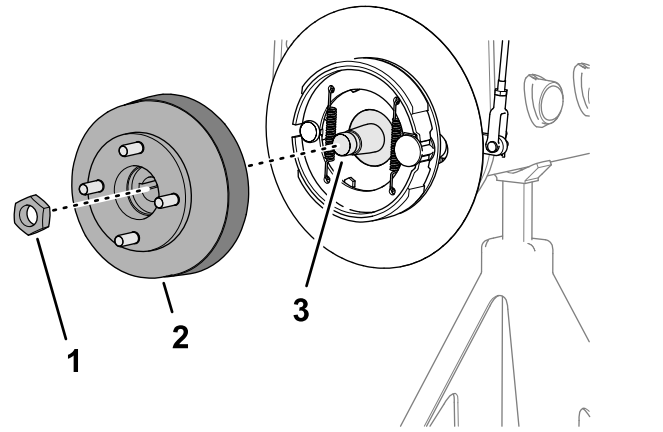

**Bild 70**
3. Montieren Sie die Radnabe und Bremstrommel auf die Radmotorwelle (**Bild 70** oder **Bild 71**).
4. Befestigen Sie die Radnabe mit der Sicherungsmutter (**Bild 70** oder **Bild 71**) auf der Welle und ziehen Sie diese nur handfest an.